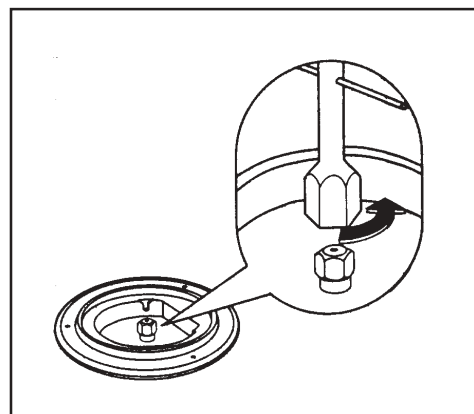

Рис. 6
- С помощью торцевого ключа на 7 открутите и снимите инжекторы (Рис. 6), и замените их на те, которые соответствуют применяемому типу газа (см. табл. 2-2а).